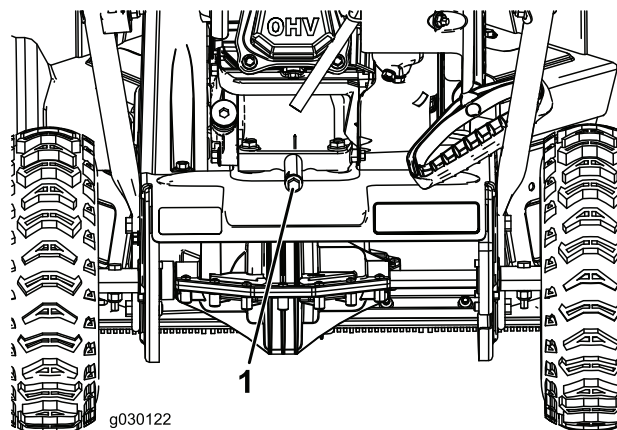

Рисунок 17
2. Поместите поддон для масла под пробку отверстия слива масла, выверните пробку, наклоните машину назад и слейте отработанное масло в поддон (Рисунок 17).